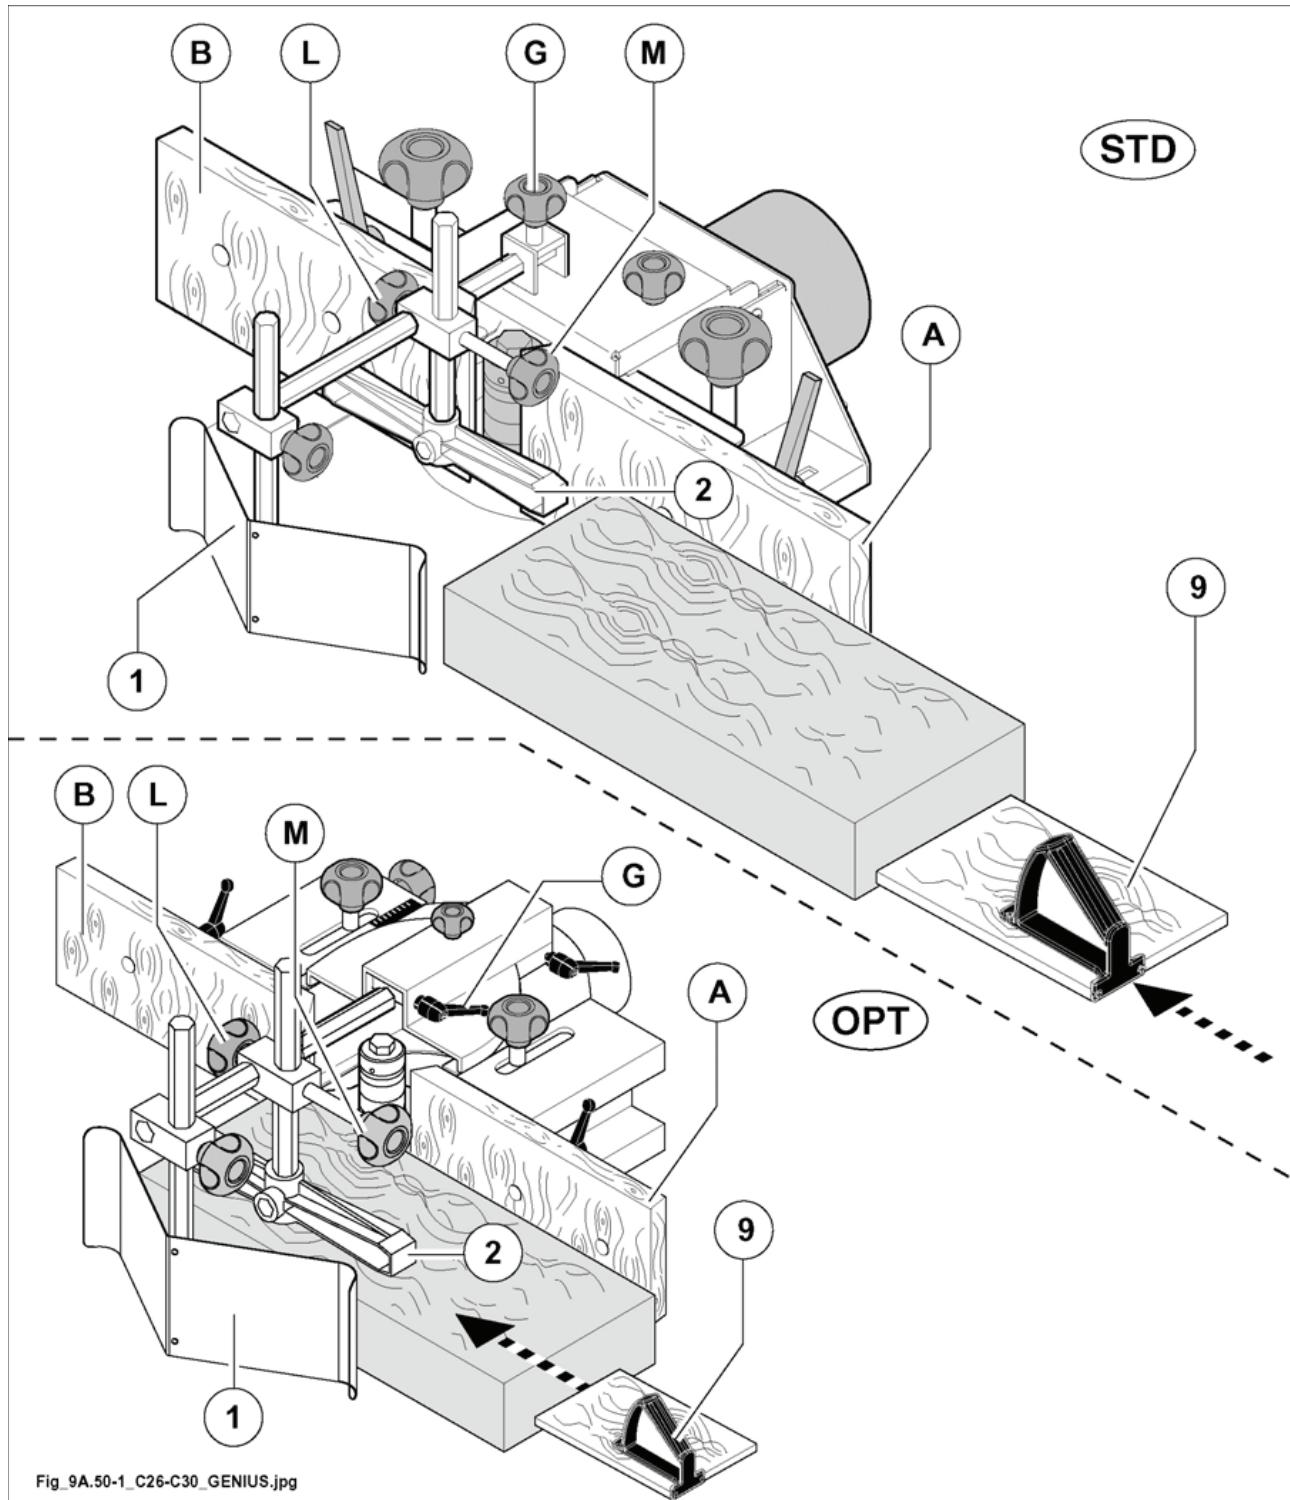

Рис. 9.50-1
- Настроить положение направляющих линеек А и В (рис. 9.50-1) на диаметр инструмента.
Настроить горизонтальный (1 рис. 9.50-1) и вертикальный (2 рис. 9.50-1) прижимы на размеры заготовки, действуя в следующем порядке:
- Ослабить барашковый винт G (рис. 9.50-1) и отрегулировать положение прижима 1 (рис. 9.50-1) в поперечном направлении на ширину заготовки.
- Ослабить барашковые винты L и M (рис. 9.50-1) и опереть вертикальный прижим 2 (рис. 9.50-1) на заготовку, одновременно приблизив его как можно ближе к фрезе.
- Завершив действие, затянуть барашковые винты L (рис. 9.50-1) и M (рис. 9.50-1).
*Для проталкивания заготовок под горизонтальным прижимом 1 (рис. 9.50-1) рекомендуется использовать плоский толкатель 9 (рис. 9.50-1).*